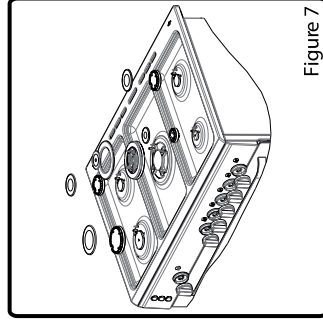

Figure 7
Si vous montez un tuyau butane/propane avec collier, l'embout gaz butane avec le joint sera installé sur la cuisinière, le tuyau sera enfoncé à fond sur cet embout et un collier sera installé en serrant correctement, mais sans couper le tuyau. Faire de même côté détenteur (voir fig. 7). La longueur maximale autorisée est 1,5m. Il est **très important de surveiller la date limite de péremption** indiquée sur le tuyau et le changer avant cette date pour assurer la sécurité.
- Retirez le chapeau de brûleur et le brûleur supérieur (Figure 7).